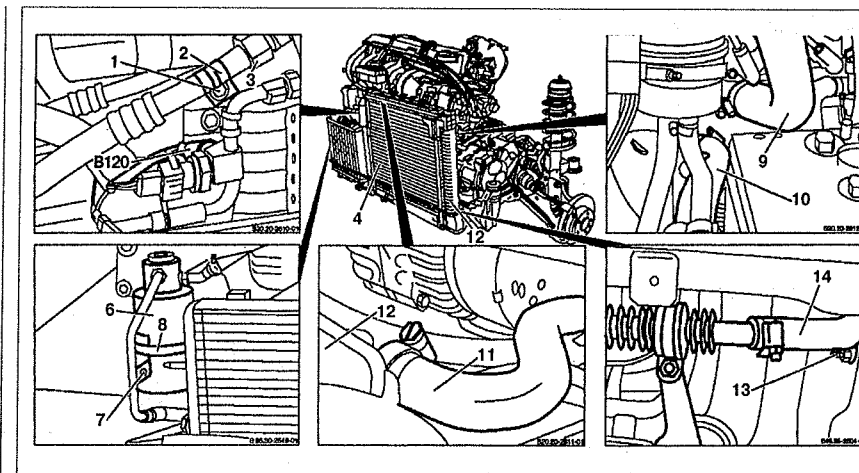

Рис. 3.4. Снятие двигателя с трансмиссией:
3. Отсоедините от датчика давления хладагента В61 (см.рис.3.4).